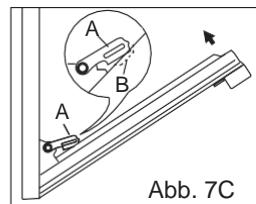

Abb. 7C
- 3) schließen Sie die Tür langsam bis zu den Haken „**A**“ und **achten Sie dabei, dass diese in die Slitze „B“ der Tür einrasten, siehe Abb. 7C.**